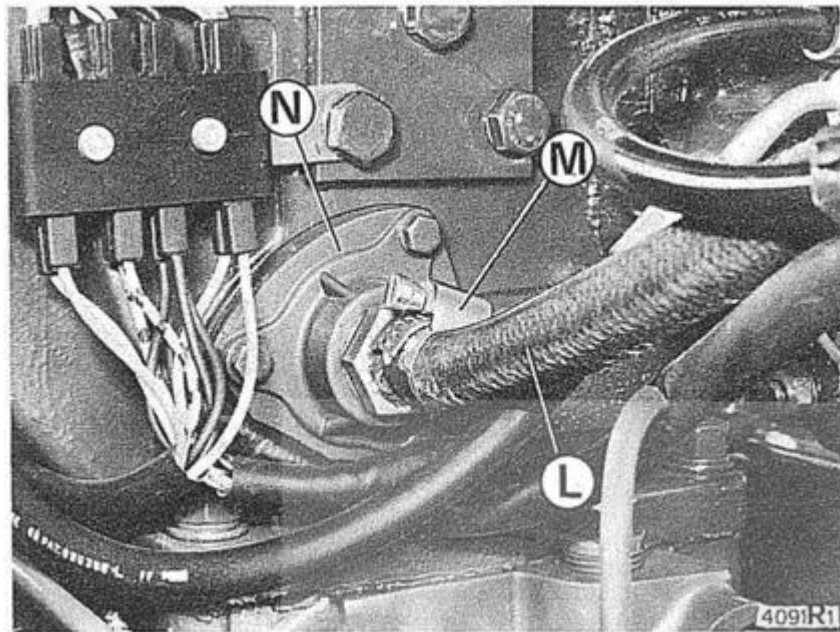

Figure 27– Nettoyage du filtre à huile hydraulique
- retirer le serflex M (fig. 27) et le tuyau L ;